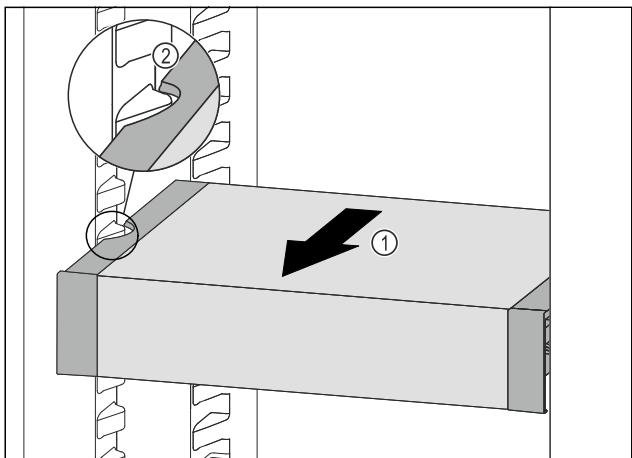

Fig. 109
- VarioSafe nach vorne ziehen Fig. 109 (1), bis sich die seitlichen Aussparungen des VarioSafes auf Höhe der Behälterrippe im Kühlelement befinden. Fig. 109 (2)